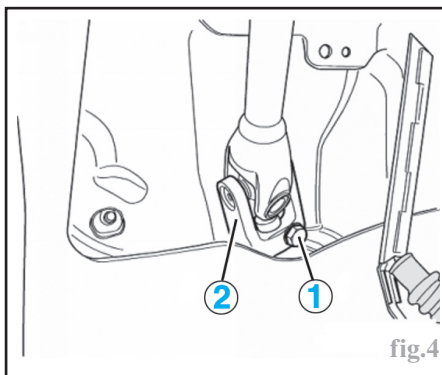

fig.4
Desserrer l'écrou (1) de joint de cardan (2) de colonne de direction puis désaccoupler l'ensemble (Fig.4).